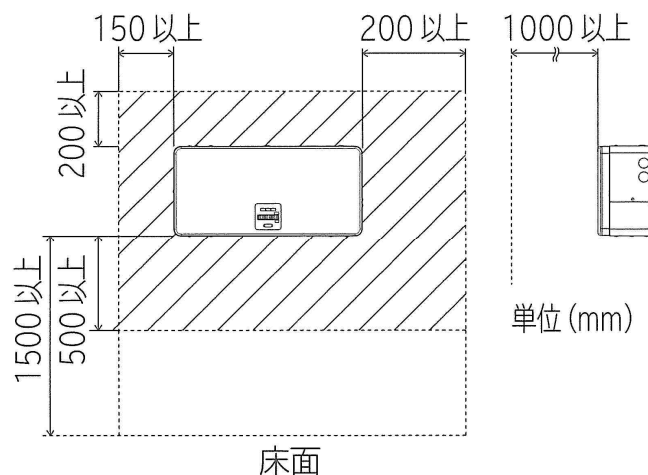

図 7 - 1 壁面取付時の周囲との最低スペース
- (1)パワーコンディショナは壁面に正しい方向で水平に取付けてください。
- (2)パワーコンディショナの製品質量 22 kg（取付板・金具含む）に耐えられる強固な垂直な壁面に取付けてください。強度が不足する場合は、板厚 20 mm 以上の構造用合板を間柱などに確実に固定してから取付けてください。
- (3)製品周囲は製品の冷却、およびメンテナンス時の作業空間確保のため図 7 - 1 壁面取付時の周囲との最低スペースに示す範囲（斜線部）に障害物がないようにしてください。
- (4)周囲温度 0 ～ 40 、湿度 30 ～ 90 % 以内における湿度変化で結露しない屋内に取付けてください。
- (5)日本国内で標高 1500 m 以下の場所に取付けてください。
- (6)パワーコンディショナに同梱されている工事説明書を参照の上、正しく安全に取付けてください。